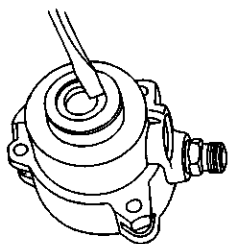

图 3-216 拆卸转向齿轮轴密封圈
- 4) 拆卸转向器分配阀外壳的密封圈, 如图 3-216 所示。